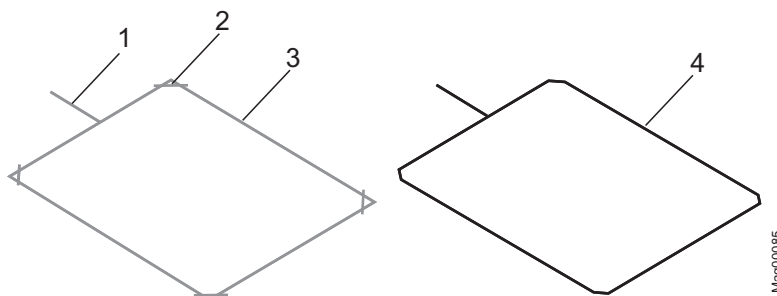

Рис. 16: Укладка индуктивной рамки в битумных, асфальтовых и бетонных покрытиях
1. В покрытии или асфальте при помощи отрезного диска вырезать паз глубиной 50 мм. С каждой стороны паз должен иметь одинаковую глубину. Углы паза вырезать под углом 45° согласно Рис. 16.